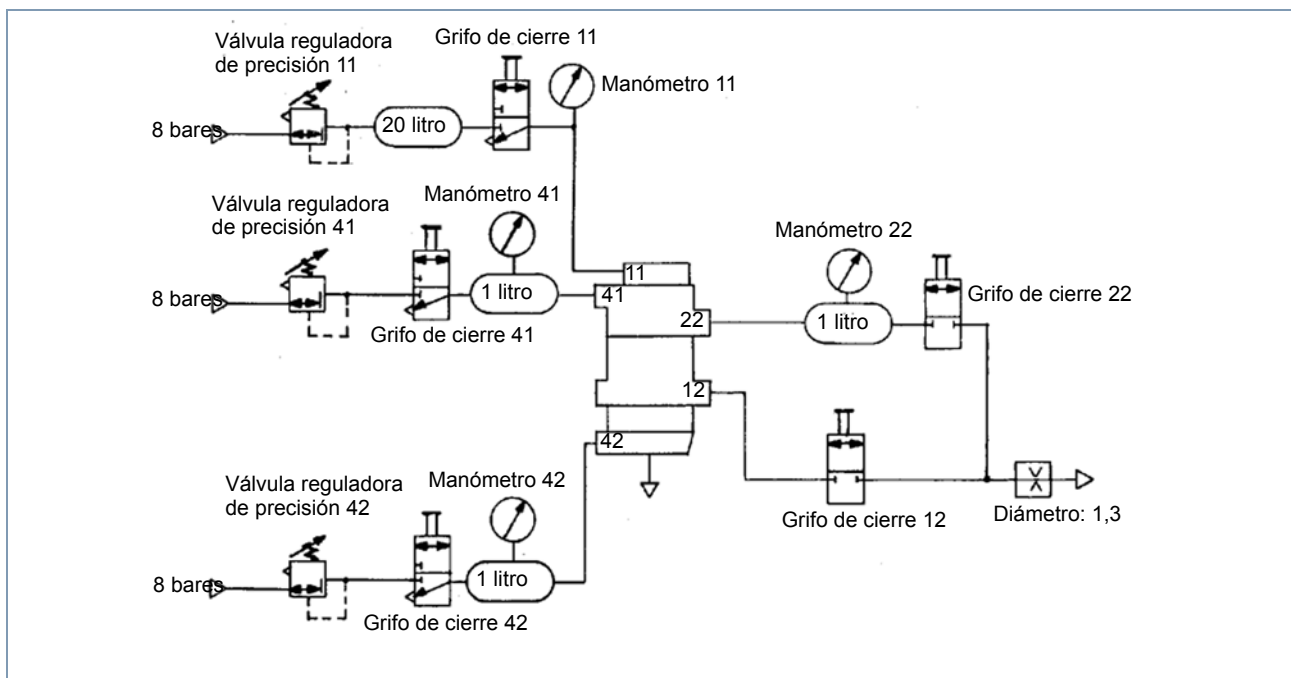

Fig. 3 Esquema de comprobación
- Banco de pruebas 435 197 000 0 o un dispositivo de comprobación adecuado (véase fig. 3)
i Si no se dispone del banco de pruebas 435 197 000 0, debe comprobarse el aparato de acuerdo al esquema siguiente (véase fig. 3).